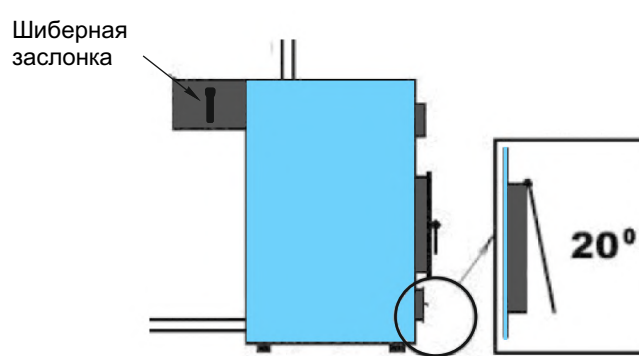

Рисунок 11
- после этого дверцу регулировки подачи воздуха необходимо прикрыть на половину (рис. 11) так, чтобы через воздушный зазор не выхлопывался дым, если дым будет выхлопываться, то следует прикрыть дверцу регулировки подачи воздуха еще, но не полностью;